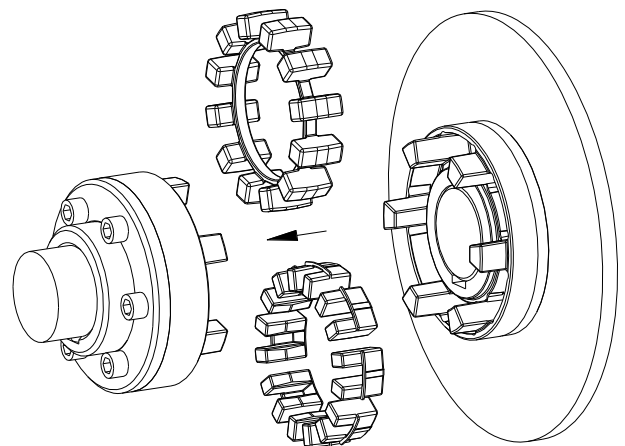

Figura 21
- Insertar el anillo elastómero o los elastómeros individuales DZ en la zona de la cavidad del cubo estándar y el mangón de apriete (véase la figura 21).